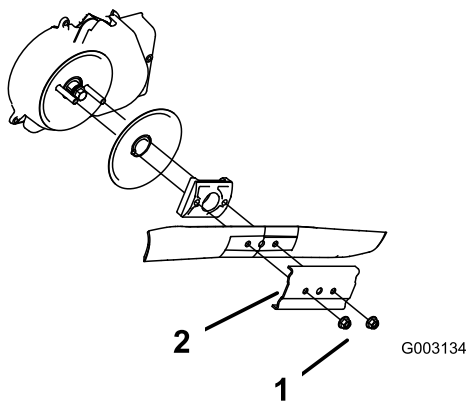

Figure 41
3. Retirez les 2 écrous de la lame et le renfort (Figure 41).
4. Déposez la lame (Figure 41).
5. Déposez le dispositif d'entraînement de la lame et le disque (Figure 41).
6. Déposez la protection du débrayage du frein de lame (Figure 41).
10. Reposez la lame et le renfort déposés précédemment (Figure 41).